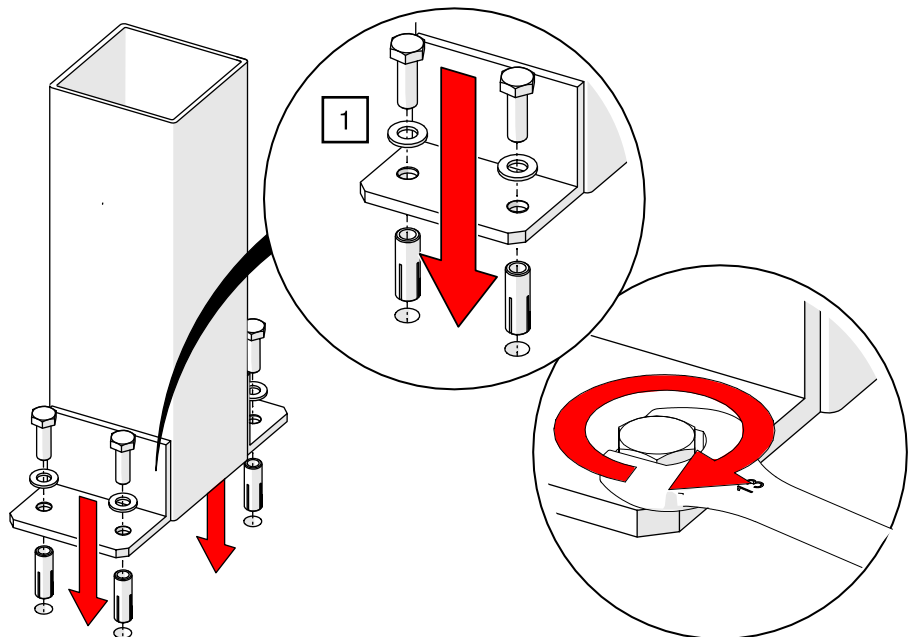

Abb. 130: Gegenspannrolle mit Kontergewicht – Führungskorb verschrauben
1. Verschrauben Sie den Führungskorb des Kontergewichts genau vertikal unterhalb des Seilabgangs der Schiene am Boden mit dem Untergrund entsprechendem Montagematerial (Montage entsprechend Herstellerangaben; Beispiel Beton / Estrich – siehe Abb. 130).